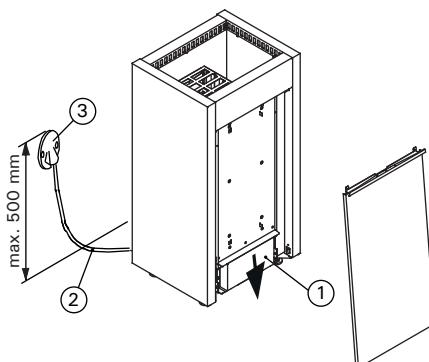

Figura 7. Conexiones del calentador
- El calentador se conecta de forma semifija a la caja de conexiones (figura 7:3) de la pared de la sauna. La caja de conexiones deberá estar protegida contra salpicaduras y su altura máxima desde el suelo no deberá superar los 500 mm.
- El cable de conexión (figura 7:2) debe ser un tipo de cable con recubrimiento de goma H07RN-F o su equivalente. ¡ATENCIÓN! Debido a su fragilidad térmica, se prohíbe el uso de cable aislado con PVC como cable de conexión del calentador.
Ver figura 7.